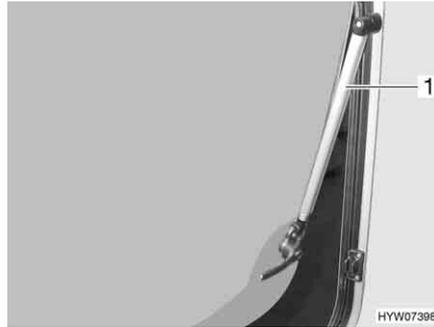

Bild 99 Ausstellfenster mit Automatik-Aussteller
- Das Ausstellfenster bis zur gewünschten Raststellung öffnen. Der Automatik-Aussteller (Bild 99,1) rastet selbstständig ein.